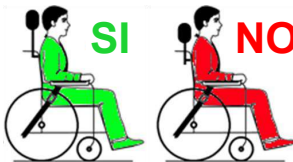

fig. 33
9. Installare un appoggiatesta idoneo per il trasporto e posizionarlo sempre adeguatamente durante il trasporto. (fig. 33)